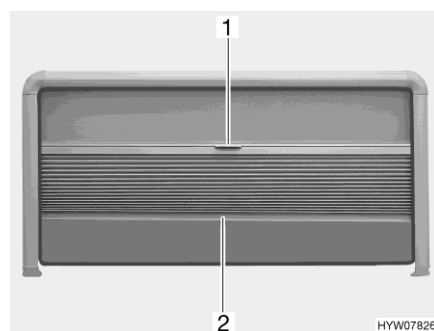

Fig. 66 Tendina oscurante pieghevole e zanzariera a rullo (finestra apribile)
- Afferrare la tendina oscurante pieghevole al centro dell'asta di chiusura (Fig. 66,2) e tirare delicatamente verso il basso.
- Tenere la parte centrale dell'asta di chiusura (Fig. 66,2) della tendina oscurante pieghevole e spingere quest'ultima verso l'alto con cautela.
- Tirare la zanzariera a rullo verso il basso utilizzando la maniglia (Fig. 66,1).
- Spingere la zanzariera a rullo completamente verso l'alto utilizzando la maniglia (Fig. 66,1).